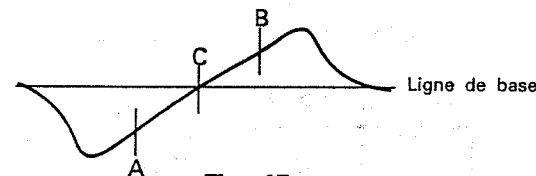

Fig. 15
5. Utiliser le noyau de T203 pour former la coubre-S indiquée sur la Fig. 15. Régler la symétrie de A et B au niveau du point C pour la linéarité.